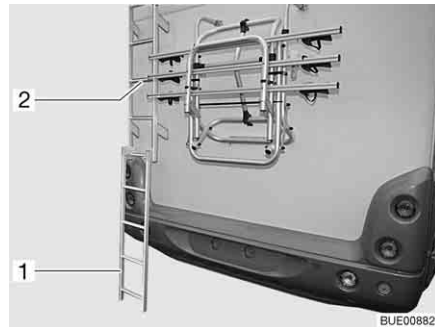

Bild 1 Heckleiter
- Den unteren Teil der Leiter (Bild 1,1) in den Teil der Leiter (Bild 1,2) einhängen, der am Heck befestigt ist, und auf dem Boden abstellen.